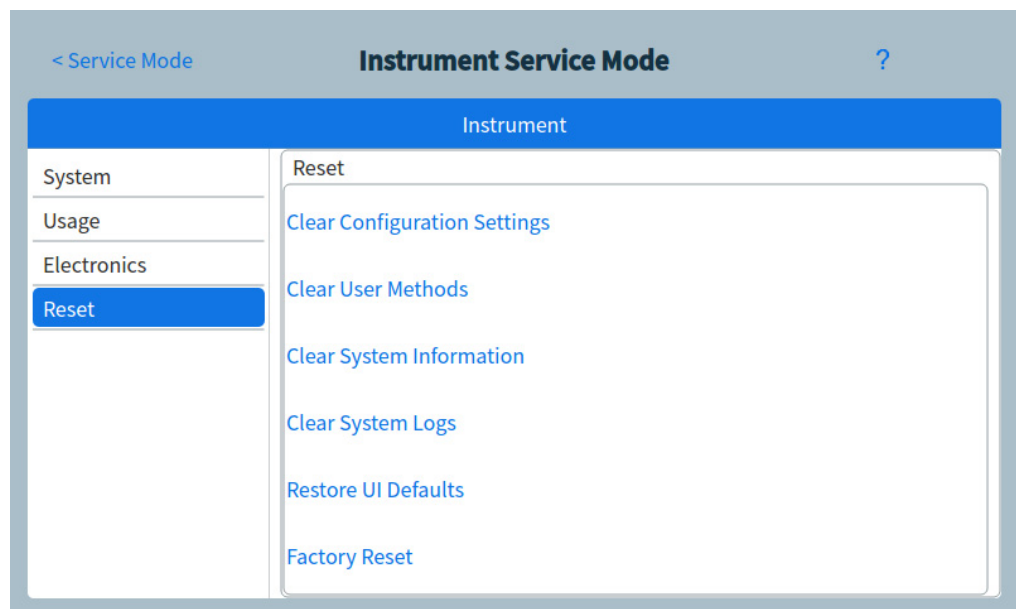

Figure 37 Page Réinitialisation
- 1 À partir de la page Paramètres du système, appuyez sur le bouton de sélection de page **Réinitialisation**. La page Réinitialisation apparaît. Voir Figure 37.